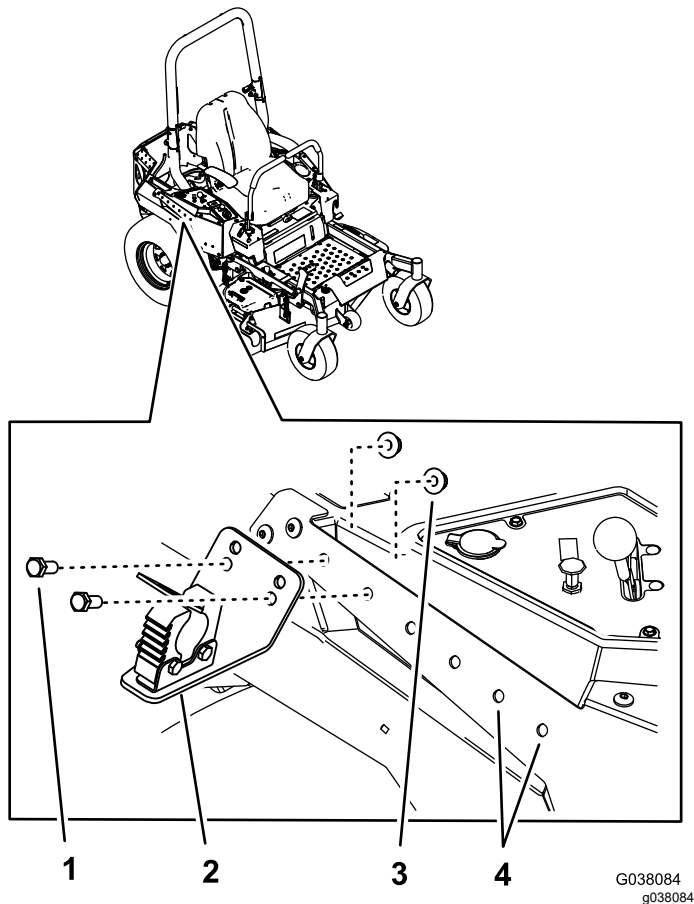

Figura 7
2. Installate il gruppo del supporto posteriore sul pannello di destra della macchina utilizzando 2 bulloni ($\frac{3}{8}$ " x $\frac{7}{8}$ ") e 2 dadi ($\frac{3}{8}$ ") come illustrato nella **Figura 7**.